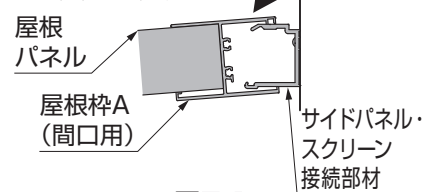

図7-1
- ①屋根パネルをサイドパネル・スクリーン 接続部材に斜め下から差込んでください。(図7-1参照)